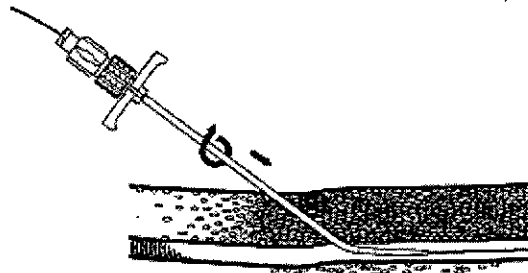

Fig. 1
9. Introduzca el conjunto introductor Peel-Away (vaina y dilatador) sobre la guía. Con un movimiento giratorio, haga avanzar el conjunto en el interior del vaso. **(Fig. 1)**